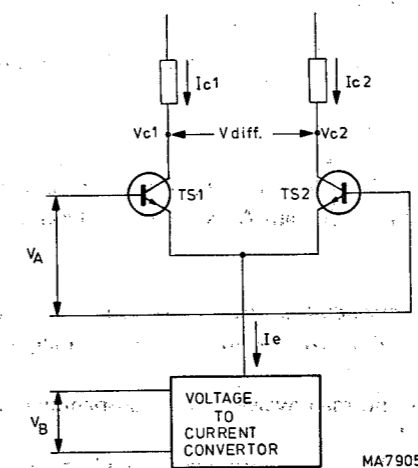
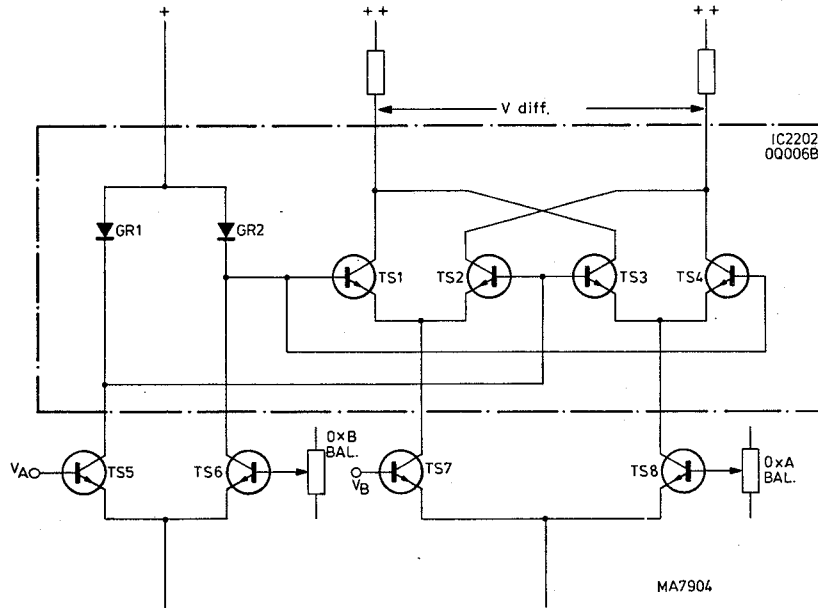

Abb. 3.1.1. Prinzipschaltung des Multiplikators
Abb. 3.1.2. Vereinfachtes Schaltbild des Multiplikators im PM 3252
Wenn zwei ausgesuchte bipolare Transistoren aus einer gemeinsamen Emittterstromquelle gespeist werden (siehe Abb. 3.1.1.), ist der differentielle Kollektorstrom proportional dem Produkt der differentiellen Eingangsspannung  $V_A$  und der Steilheit  $g_m$ :
Daraus folgt, dass die Grundschialtung von Abb. 3.1.1. multiplizieren kann.
In der Multiplikatorschialtung von Abb. 3.1.2. kann das Grundprinzip von Abb. 3.1.1. leicht wiedererkannt werden. Die wesentlichen Unterschiede zwischen den beiden Schaltungen sind:
- Das Transistorpaar von Abb. 3.1.1. wurde aufgeteilt in zwei Paare TS1/TS2 und TS3/TS4, von denen jedes mit der Hälfte einer symmetrischen Emittterstromquelle gespeist wird. Durch diese Aufteilung und das kreuzweise Anschliessen der Eingänge und der Ausgänge der beiden Transistorpaare wird das Übersprechen von einem Eingangssignal, wenn das andere Null ist, durch Symmetrierung ausgeschaltet.
- b. Die "harte" Ansteuerung von Eingang A wurde durch eine Ansteuerung über eine Diodentransistorschaltung ersetzt, die als "Stromspiegel" (current mirror) bekannt ist. Die Linearitätsfehler der Schaltung von Abb. 3.1.1. wurden mit den Dioden GR1 und GR2 reduziert, die von der symmetrischen Stromquelle TS5/TS6 gespeist werden. GR1 und GR2 sind als Dioden geschaltete Transistoren. Diese Transistoren befinden sich in demselben monolithischen Chip wie die Transistoren TS1, TS2, TS3 und TS4, damit einwandfreie Anpassung und Temperaturgleichlauf gewährleistet sind. Auf diese Weise wird eine gute Linearität in einem grossen Spannungsbereich erreicht und werden Temperatureinflüsse ausgeschaltet.